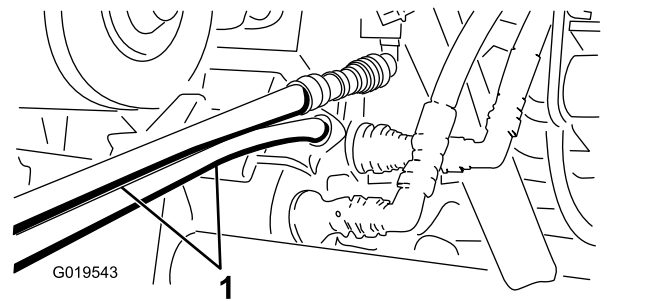

Bild 85
- Schließen Sie an der anderen Maschine die zwei Schläuche an der Kupplung an, die sich noch in der Kupplungshalterung befindet (schließen Sie den oberen Schlauch an die obere Kupplung und den unteren Schlauch an der unteren Kupplung an) (Bild 85).